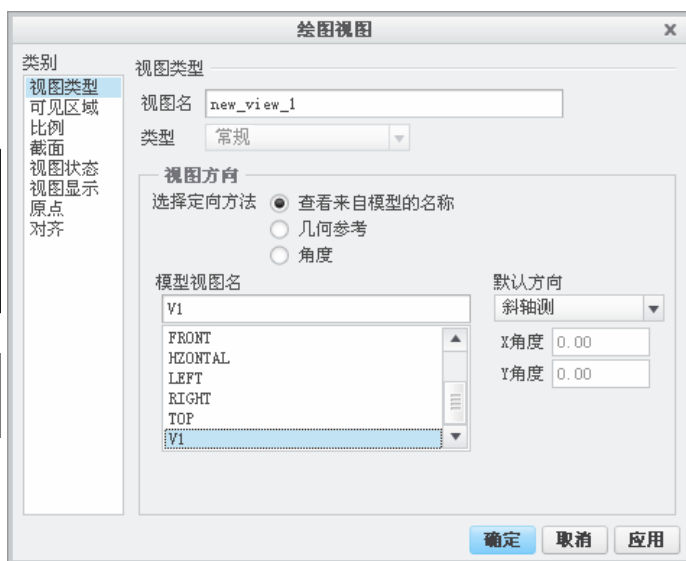

图 10.4.10 “绘图视图”对话框
(3) 在模型的零件或装配环境中保存了视图 V1 后, 就可以在工程图环境中用第二种方法定向视图。操作方法: 在图 10.4.10 所示的“绘图视图”对话框中, 找到视图名称 V1, 则系统即按 V1 的方位定向视图。